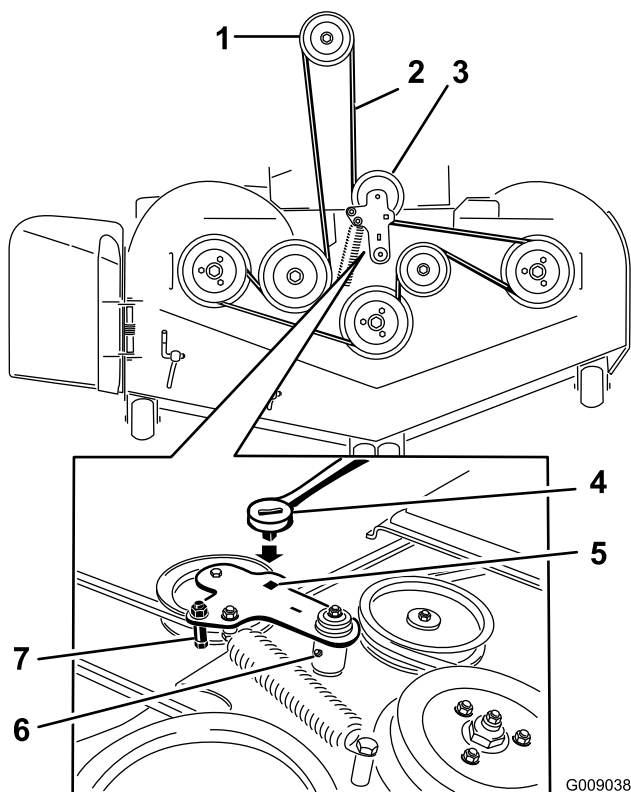
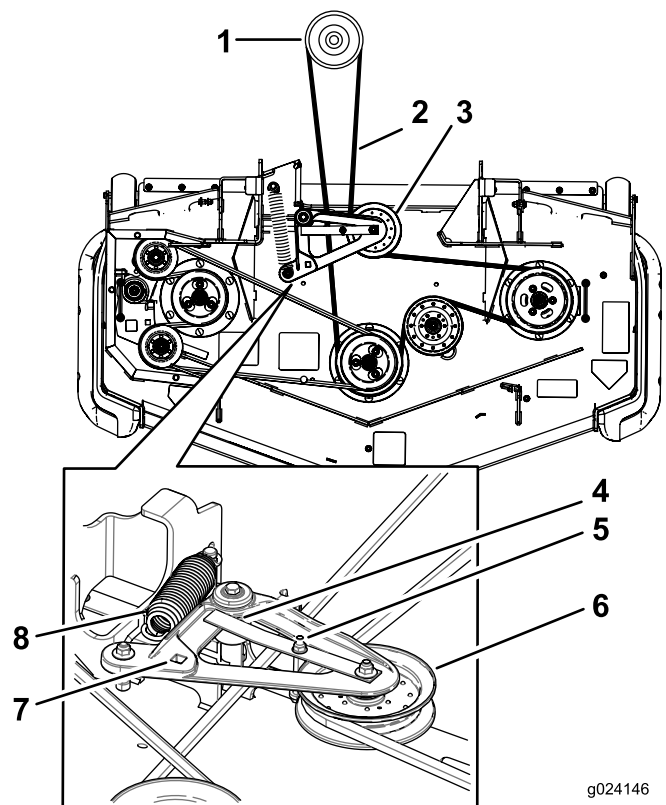

Figure 118
Figure 119
5. Soulevez le plancher et insérez un rochet dans le trou carré de la poulie de tension du tablier (Figure 118 ou Figure 119).
6. Tournez la poulie de tension du tablier dans le sens horaire, tirez sur la patte du guide-courroie (modèles à éjection arrière seulement) et déposez la courroie du tablier de coupe (Figure 118 ou Figure 119).